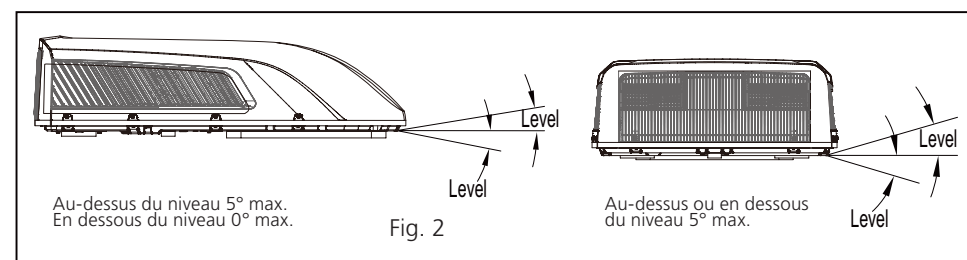

Fig. 2
- Le climatiseur de toit doit être monté sur une surface plane, de l'avant vers l'arrière et d'un côté à l'autre, lorsque le véhicule est garé sur une surface plane. La figure 2 indique les angles d'inclinaison maximaux autorisés pour le montage de l'appareil au-dessus ou en dessous du plan horizontal.